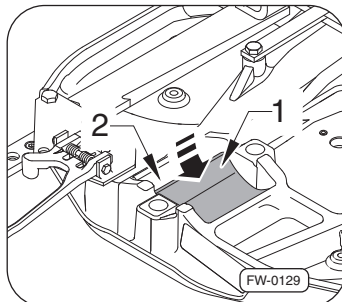

Рис. 43 · Установка вкладышей подшипников
2. В случае новых вкладышей подшипников ⇒рис. 43 нанесите точку клея или силикона на нижнюю сторону вкладышей –стрелка 2–.